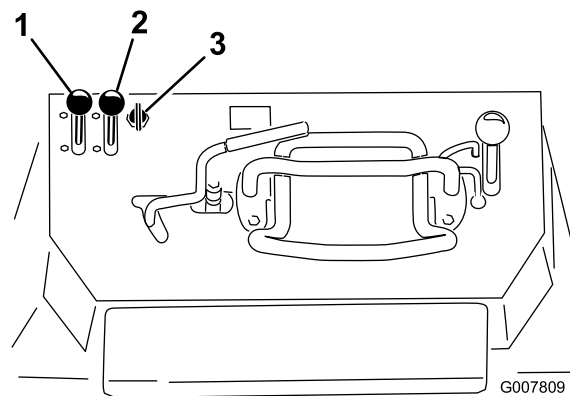

Figura 16
1. Mova o acelerador manual até o ponto intermediário entre as posições SLOW e FAST (Figura 16).
2. Mova a alavanca do afogador para a posição ON (Figura 16).
- No caso de máquinas com partida elétrica, gire a chave para a posição ON (Figura 16). Quando o motor der partida, solte a chave.
4. Mova gradativamente a alavanca do afogador para a posição OFF (Figura 16). Se o motor "engasgar", acione novamente o afogador até aquecer o motor.
5. Mova o acelerador manual para a posição desejada (Figura 16).
2. Mova o acelerador manual para a posição SLOW (Figura 16).